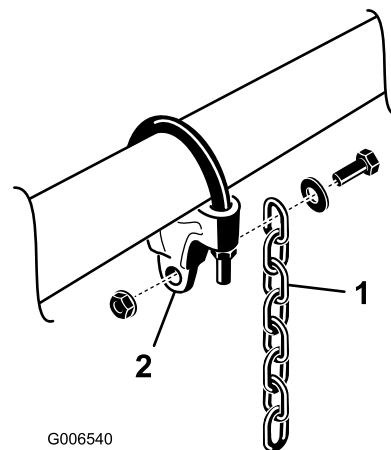

図7
- 各昇降チェーンを、ねじとワッシャとナットで、図7のようにチェーンブラケットに取り付ける。